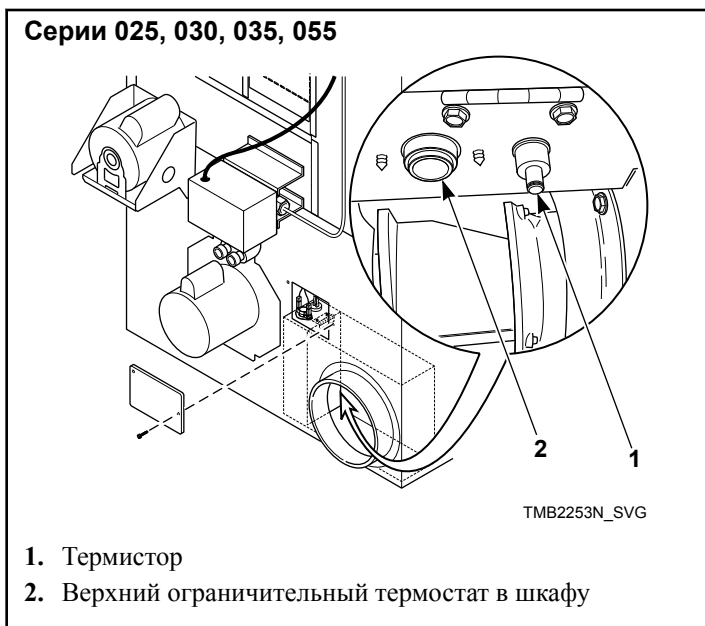
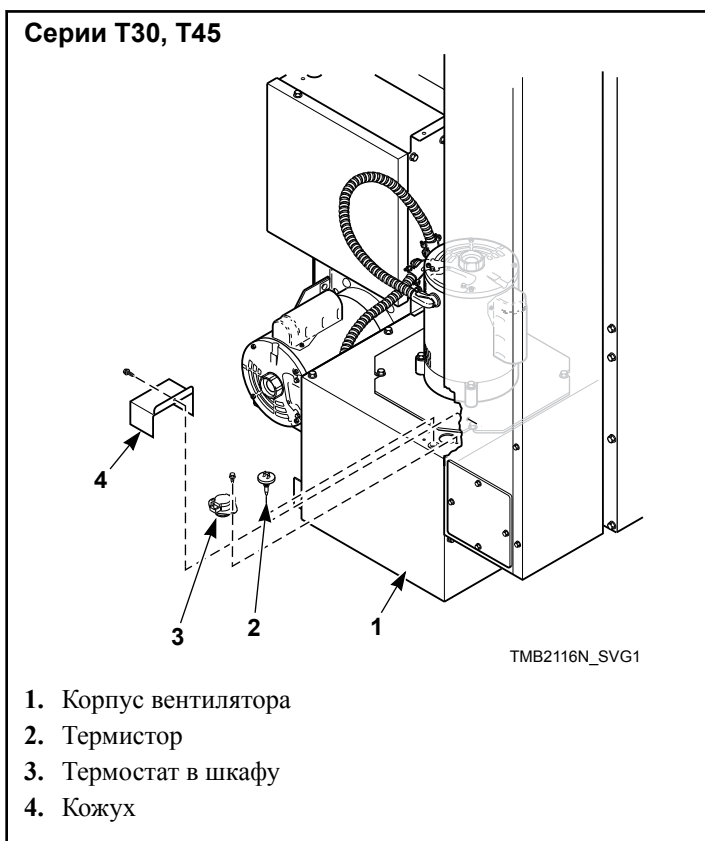

Рис. 65
Рис. 66
- e. Удалите ворсинки, скопившиеся на верхнем ограничительном термостате и термисторе в шкафу. См. Рис. 65 и Рис. 66.